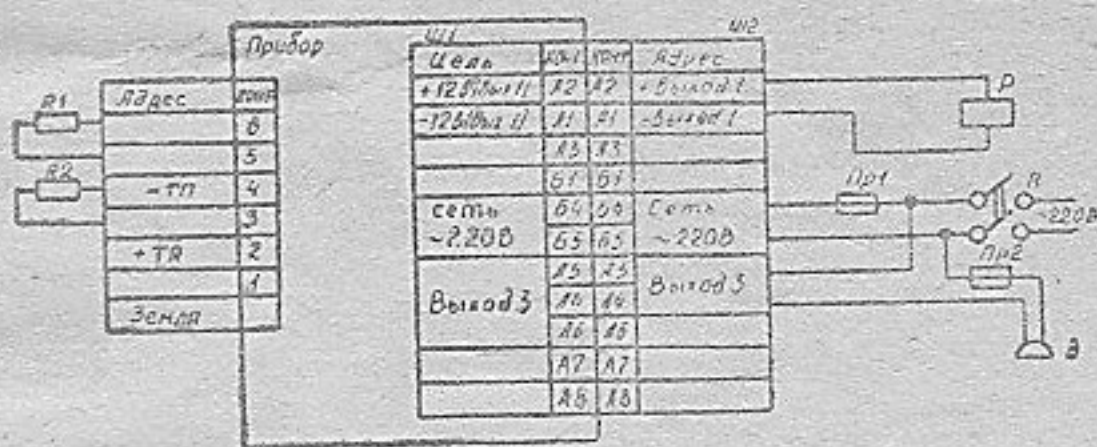

Рис. 3. Схема электрическая соединений милливольтметра.
8.1. Подключить милливольтметр согласно схеме электрической соединений (рис. 3).